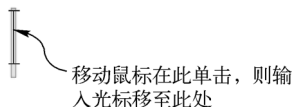

图 5-7 重新指定文字输入点
- 5) 输入文字。在每一行结尾按〈Enter〉键(通过按〈Enter〉键结束每一行文字), 可以根据需要输入另一行的文字。若使用鼠标在图形区域中指定另一个点, 则光标将移到该点处, 可以在该点处继续输入文字, 如图 5-7 所示。每次按〈Enter〉键或指定点时, 都会开始创建新的文字对象。